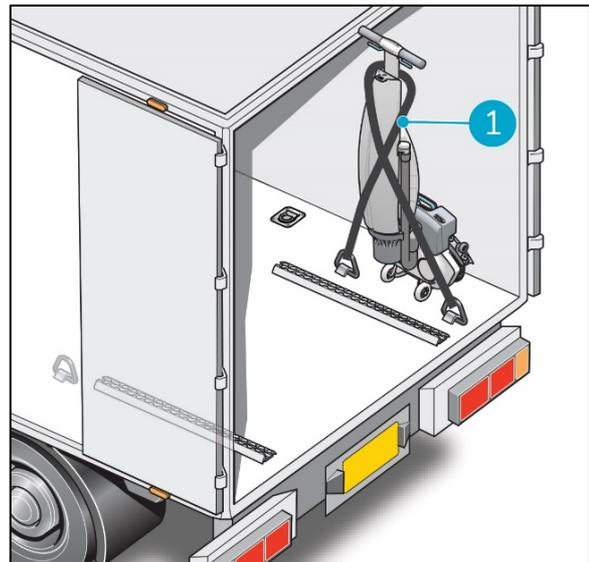

Abbildung 7
5. Sichern Sie den i-mop mit einem Spanngurt oder einer anderen geeigneten Rückhaltevorrückung (Figure 7, Pos. 1).